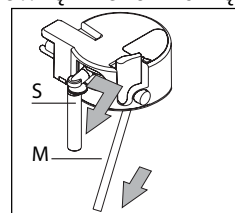

Fig. 45
- Wyciągnij wylewkę mleka i rurkę ssącą (Rys. 45).